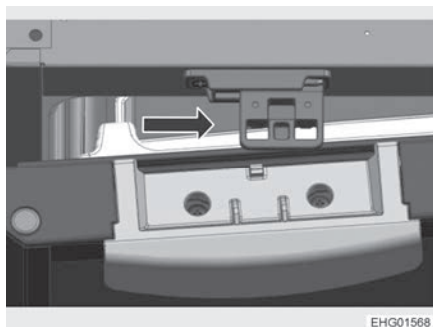

Bild 136 Låsanordning
- Skjut låsanordningen åt höger (Bild 136, pil).